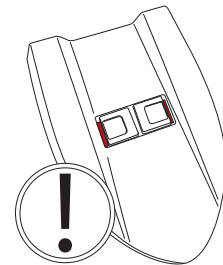

Fig.20
- Drücken Sie auf den Deckel, bis die beiden Schiebeverschlüsse hörbar am Schmutzwassertank einrasten und beide am Deckel nach außen ragen (Abb. 20).
Der Deckel ist richtig montiert, wenn der **ROTE** Boden in den Aufnahmen der beiden Verschlüsse **NICHT** sichtbar ist (Abb. 20).